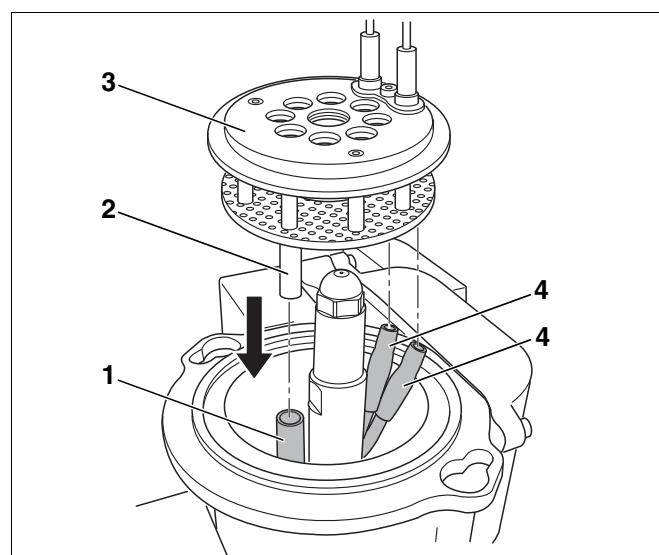

Рис. 35 Установка смесительной системы
- Снова установить смесительную систему (рис. 35, **поз. 3**).
- Подсоединить провода к запальным электродам (рис. 35, **поз. 4**).
- Установить вставную трубу (рис. 35, **поз. 2**) в опорную (рис. 35, **поз. 1**).